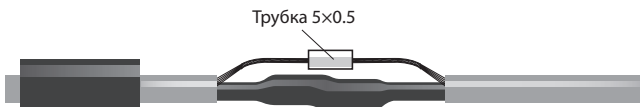

Рисунок 10
4.12. Отогнуть экраны от оболочки нагревательных кабелей. Вставить в трубку 5x0.5 (длиной 5 мм) экраны нагревательных кабелей. Концы экранов не должны выступать за торцы медной трубки. Опрессовать медную трубку кримпером НТ 236Е согласно рис. 10.